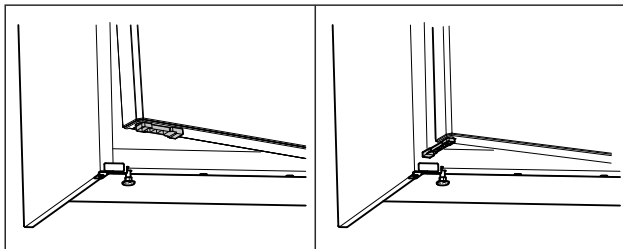

Fig. 70 *
- ▶ Pagrieziet durvju atvēršanas ierobežotāju par 90°. (skat. Fig. 70) *